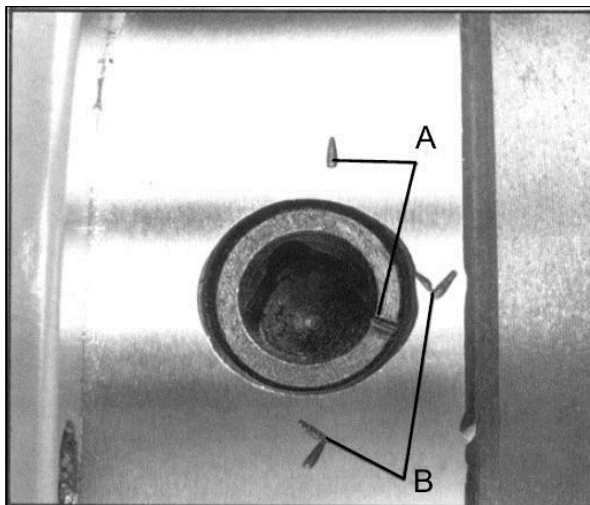

Рис. 3
5. Поднимите зажимной патрон до торца шпинделя и нажмите на шпиндель. Закрепите на месте, повернув эксцентрики на 1/4 оборота по часовой стрелке. Индексная отметка (А, рис. 3) на эксцентрике должна оказаться между двумя индикаторными стрелками. Если индексная отметка не находится между двумя стрелками, снимите патрон и отрегулируйте пальцы эксцентриков, либо вывернув их на полный оборот (если кулачки не зацепляются), либо завернув их на полный оборот (если кулачки поворачиваются так, что отметки не оказываются между двумя стрелками).